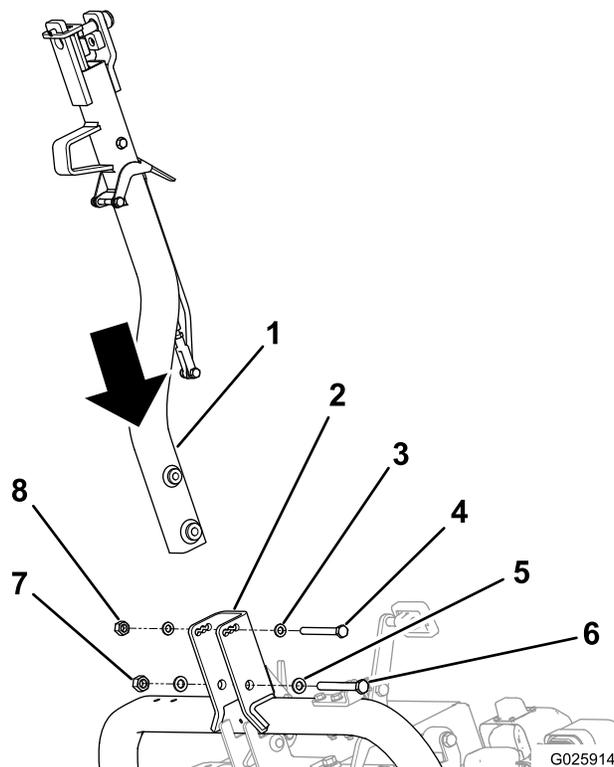

Figure 4
1. Fixez l'attelage au support de pivotement avec les fixations correctes; voir Figure 4.